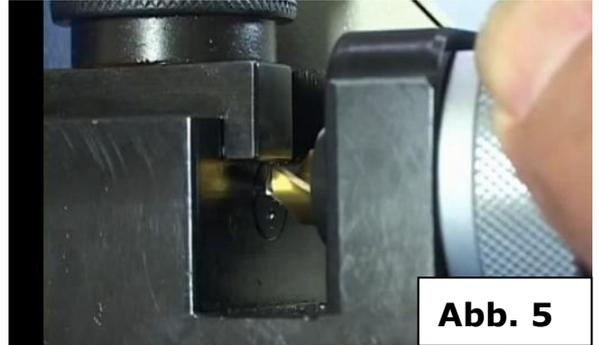

**Abb. 3**
- Spannfutter mit Bohrer in die Einstell Führung durch leichtes Drehen ganz in die Einstell-Führung (2) einsetzen. (Abb. 3)